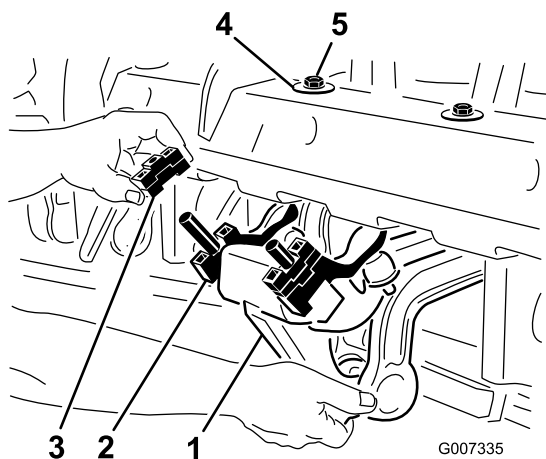

Figura 25
1. Retire las 2 contratuercas ($\frac{1}{2}$ ") que sujetan el conjunto de amortiguación Rotalink a la parte inferior del bastidor del cabezal de perforación (Figura 25).
2. Baje el conjunto de amortiguación para tener acceso a los espaciadores (Figura 25).
4. Vuelva a montar el conjunto de amortiguación en el bastidor del cabezal de perforación. Asegúrese de instalar la arandela D contra el bastidor del cabezal de perforación, como se muestra en la Figura 25. Apriete las 2 contratuercas.